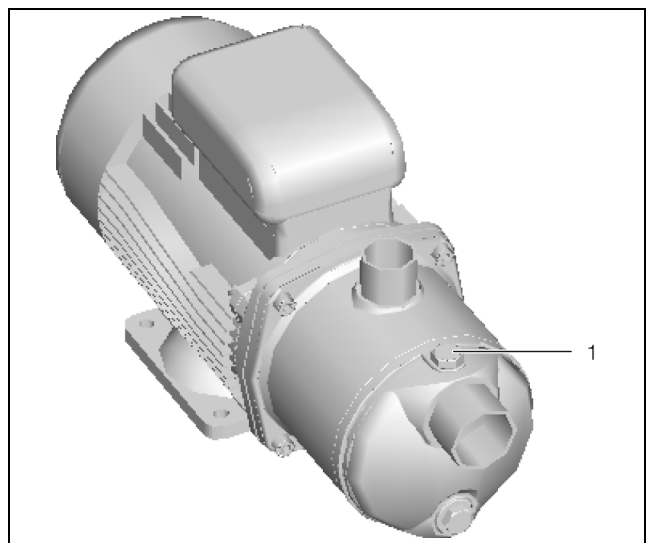

Fig. 33 : Purger la pompe de l'agent de refroidissement
- Purger la pompe d'agent de refroidissement (à l'arrêt) en ouvrant légèrement la vis de purge (fig. 33, pos. 1).